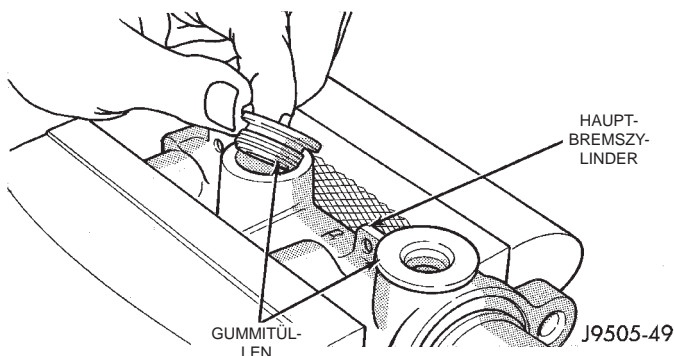

Abb. 44 Gummitüllen herausnehmen
(6) Die alten Tüllen aus dem Hauptbremszylindergehäuse herausnehmen (Abb. 44).